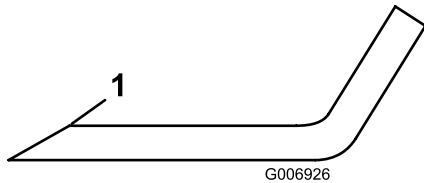

Figura 64
- Inspeccione los filos de todas las cuchillas. Afílelos si están romos o tienen mellas. Afíle únicamente la parte superior del filo y mantenga el ángulo de corte original para asegurar un filo correcto (Figura 64). La cuchilla permanecerá equilibrada si se retira la misma cantidad de metal de ambos bordes de corte.